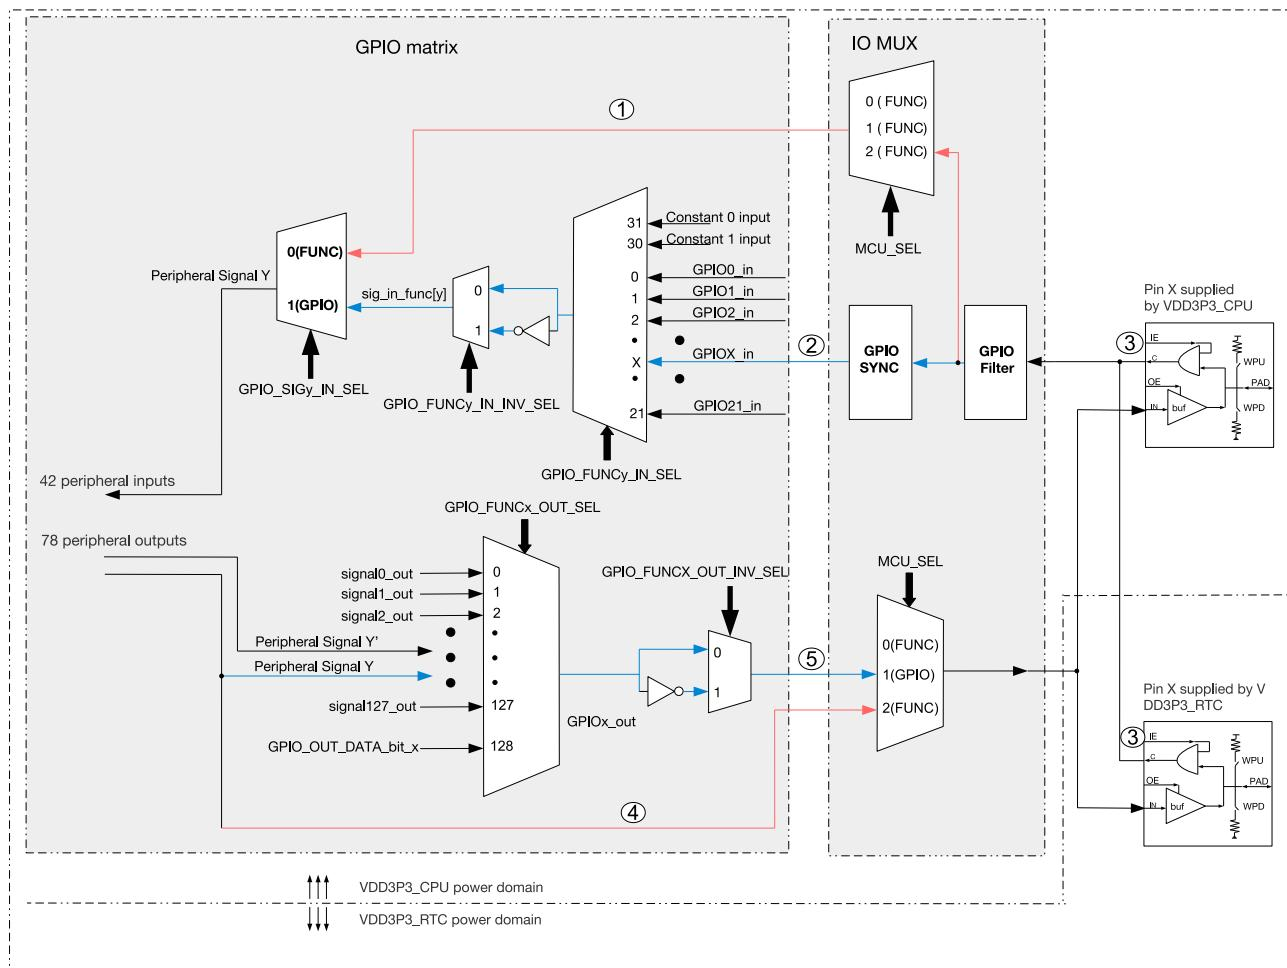

图 5-2. IO MUX 和 GPIO 交换矩阵框图 (详图)
- 图 5-2 详细展示了 IO MUX 和 GPIO 交换矩阵将信号引入外设和引出至管脚的具体过程；
如图 5-2 所示，对于信号输入，外部输入信号从 GPIO 管脚输入，经 GPIO SYNC 模块同步至 APB 总线时钟后进入 GPIO 交换矩阵。外部输入信号也可以通过 IO MUX 直接进入外设，但信号无法经由 GPIO SYNC 模块同步。
如图 5-2 所示, 对于信号输出, 78 个输出信号 (即在表 5-2 中“输出信号”列的所有信号) 中的某一个信号通过 GPIO 交换矩阵到达 IO MUX, 然后连接到某个 GPIO 管脚。